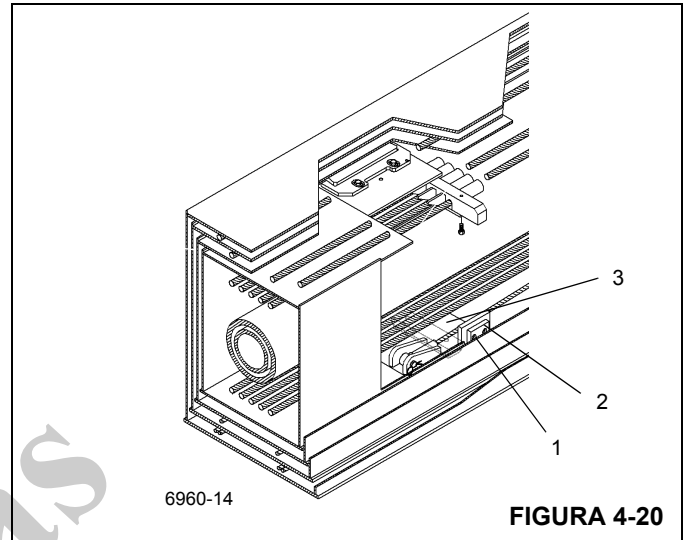

FIGURA 4-20
8. Se necessário, remova os parafusos (1) que fixam cada placa de desgaste lateral traseira inferior (2) na seção volante (3) Figura 4-20. Remova os calços e as placas de desgaste. Observe e anote a localização dos calços para a instalação.